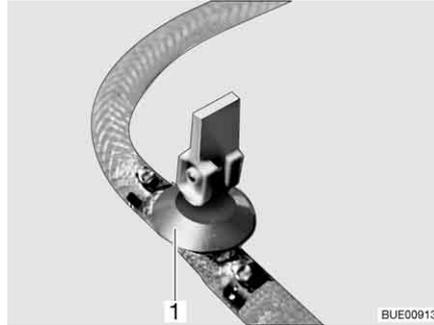
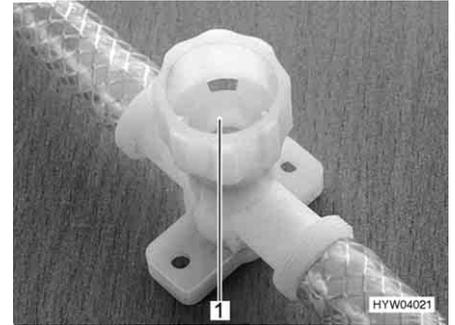

Bild 166 Ablasshahn (mit Kipphebel)
Bild 167 Ablasshahn (mit Drehkappe)
- Alle Ablasshähne schließen. Dazu den Kipphebel des Ablasshahns (Bild 166,1) waagrecht stellen oder die Kappe des Ablasshahns (Bild 167,1) im Uhrzeigersinn zudrehen.